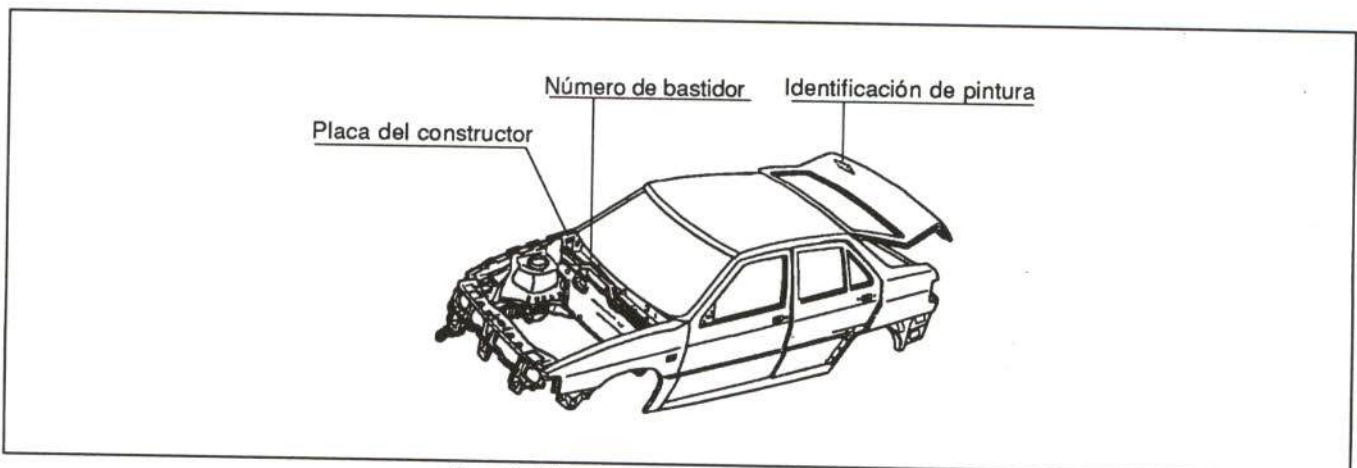

Figura 1.- Situación de las placas de identificación
Las características que identifican al vehículo se recogen, debidamente codificadas, en distintas placas situadas en el mismo. En la figura 1 se indica la localización de estas placas.
• La Placa del constructor se encuentra situada en el lado derecho del hueco de entrada de aire al habitáculo, en el vano motor (figura 1).